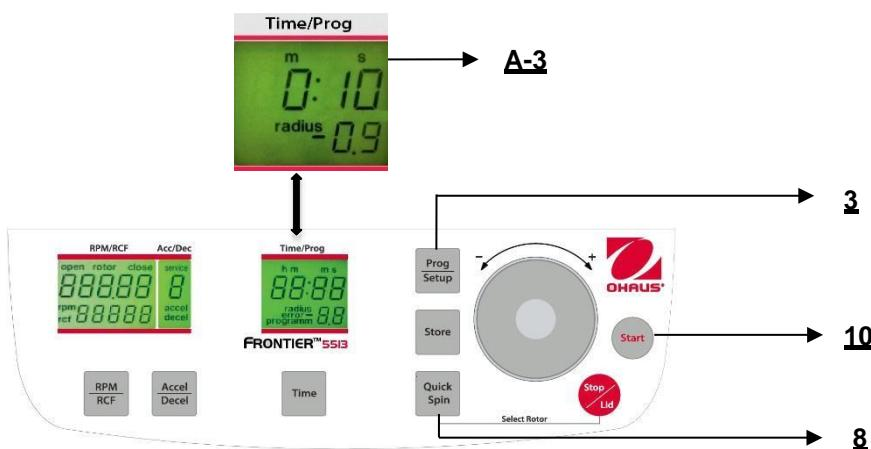

Figura. 23
Para salir del modo de programa, solo presione el botón "Prog/Setup" (3) (vea la Figura 23). Entonces, dentro de la pantalla "Time/Prog" (A-3) aparece la palabra "programm" (M10).